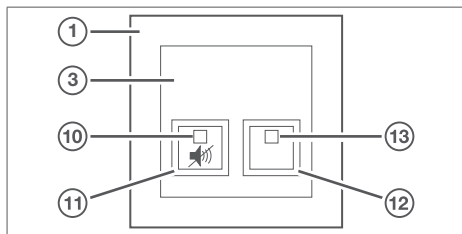

Bild 13: Arbetsrumsenhet kåpa med täckram
- Tryck på den gula tystknappen på arbetsrummet (bild 13, 11).